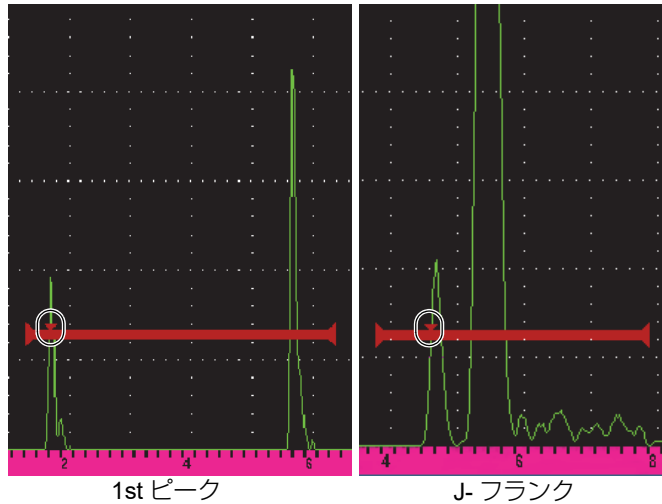

図 3-11 1st ピークと J- フランクモードでトリガー
- **1st ピーク** : ゲートの高さを超える最初のピーク位置に基づく測定値 (参照)。73 ページの図 3-11 「1st ピークと J- フランクモードでトリガー」を参照。
- **J- フランク** : ゲートをクロスする信号の最初のクロスポイントに基き厚さ測定値取得し、ゲートで指定された範囲内で、最初のエコーの一番高いピーク位置から振幅測定値を取得します (73 ページの図 3-11 「1st ピークと J- フランクモードでトリガー」参照)。